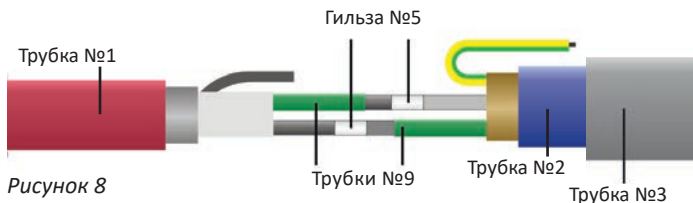

Рисунок 8
3.11. Соединить токопроводящие жилы установочного провода (коричневый и синий) и нагревательные жилы кабеля при помощи гильз (**№5**) длиной 15 мм и обжать их по всей длине ручным кримпером (Рисунок 8). При этом, в зависимости от сечения соединяемых жил, нужно использовать размер соединительных гильз $1,5\text{мм}^2$ или $2,5\text{мм}^2$.